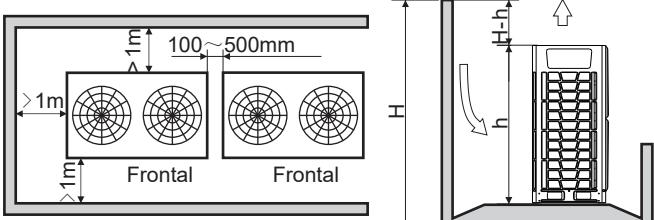

Fig. 3.14 Plus bas que l'environnement
6) Lorsque les unités extérieures sont plus basses que leur environnement, voir la figure 3.14; la disposition est la même que lorsqu'elles sont plus hautes, mais pour éviter que l'échange de chaleur ne soit influencé par l'air chaud extérieur, une pale de vent doit être incorporée dans le couvercle radiant de l'unité extérieure, comme le montre la figure 3.14. La hauteur de la pale de vent est H-h et doit être achetée par l'utilisateur.